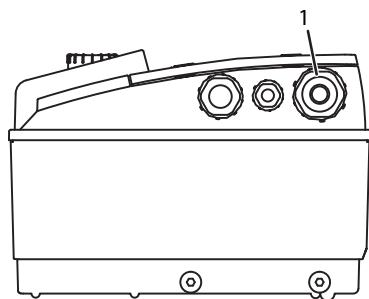

Fig. 22: Prensa-fios M25
- O cabo de ligação de rede tem de ser passado através do prensa-fios M25 (fig. 22, pos. 1).